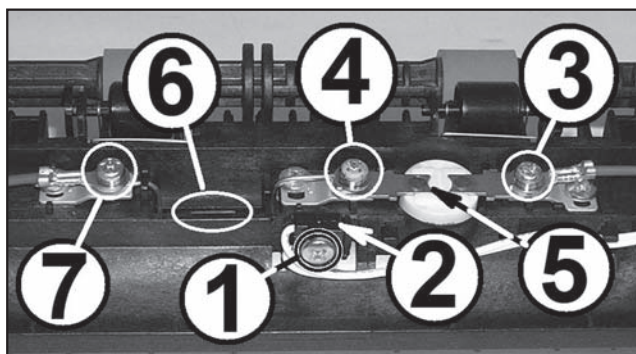

Рис. 43
1. Располагают первую половину узла термopедохранителями вверх, термистором к себе. Освобождают провода подключения термистора из пазов прокладки. Откручивают саморез 1 (рис. 43) крепления, перемещают термистор 2 вверх и снимают его с основания узла.
2. Откручивают два винта 3, 4 (рис. 43) крепления самовостаивающегося термopедохранителя (термостата) 5, перемещают его вверх и снимают с узла. При необходимости демонтажа термopедохранителя 6 (рис. 43) откручивают винты 4 и 7, перемещают термopедохранитель вверх и снимают с узла.